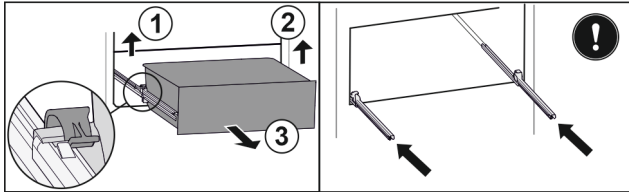

Fig. 31
- ▶ Levante la brida izquierda y, simultáneamente, tire de la parte izquierda del cajón hacia delante. Fig. 31 (1)
- ▶ Levante la brida derecha y, simultáneamente, tire de la parte derecha del cajón hacia delante. Fig. 31 (2)
- ▶ Extraiga el cajón hacia delante. Fig. 31 (3)